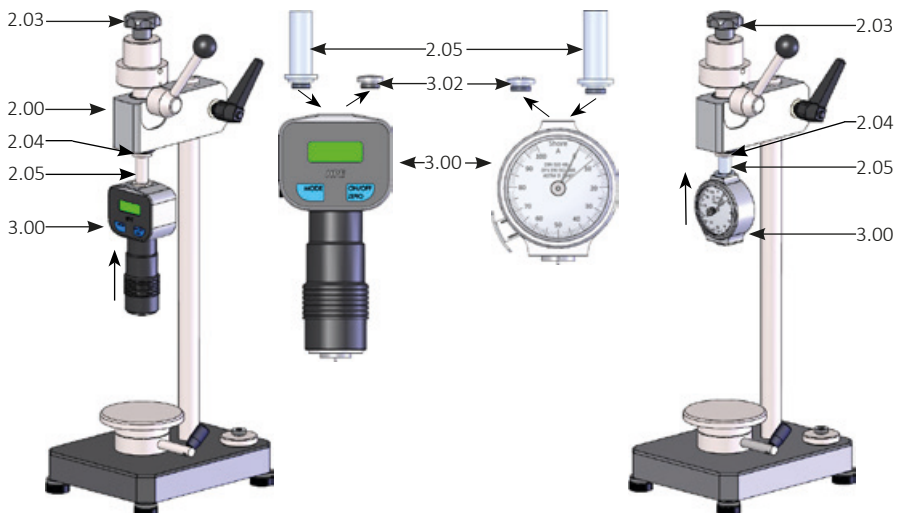

Abb. 2 Montage der Härteprüfgeräte Shore A, B, 0, A0, E, L/c, Asker C, Shore D, C, D0
- Beim analogen Härteprüfgerät (3.00, Abb. 2) sollte der Zeiger den Wert entsprechend dem verwendeten Kontrollring mit Basisplatte anzeigen.